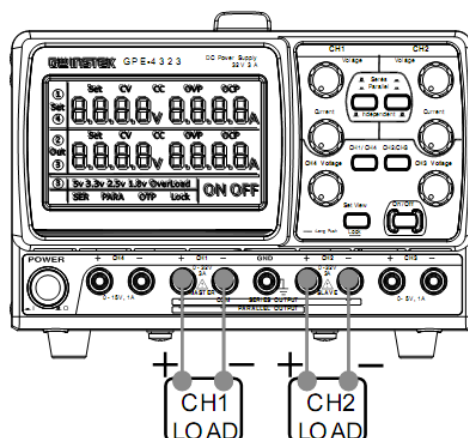

Рис. 6.2 Подключение нагрузки в независимом режиме
- Проверить полярность подключения. Подсоединить к выходным клеммам ведущего/ведомого источника внешнюю нагрузку в соответствии с рис. 6.2.